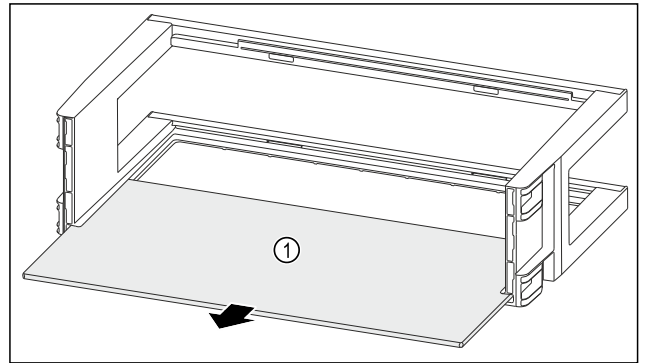

Fig. 89
- ▶ Abstellfläche Fig. 89 (1) entnehmen.